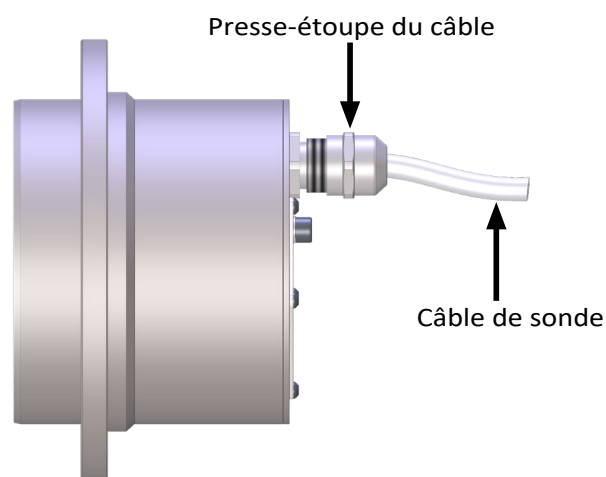

Figure3 : Presse-étoupe de la sonde
- Lors de l'installation du câble, l'utilisateur fournira un dispositif de décharge de traction pour protéger le presse-étoupe (Figure3). Le câble doit maintenir un rayon de courbure minimum de 90 mm. Toute courbure du câble doit commencer à un minimum de 25 mm du presse-étoupe.